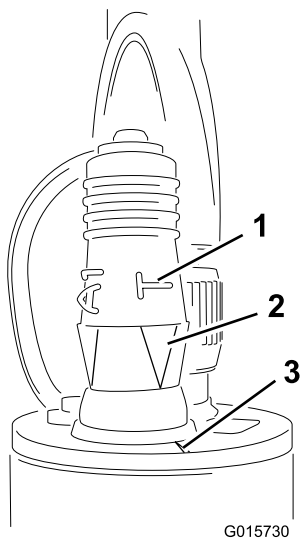

Figura 11
5. Instale a tomada de programação no sensor (Figura 11).
Importante: Certifique-se de que alinha a seta inferior por baixo dos "T" laterais no entalhe da extremidade superior do sensor (Figura 11).